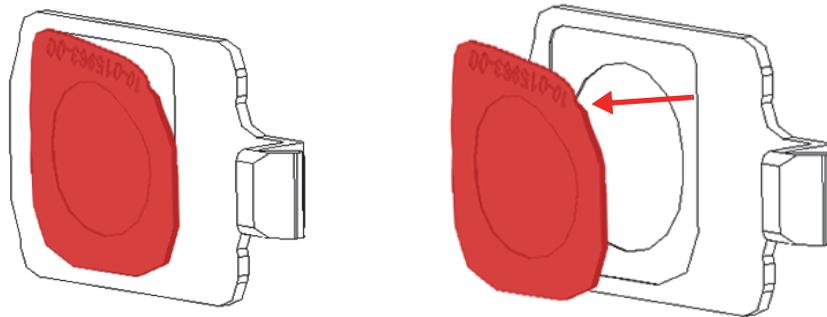

図 4-6 ウィンドウを剥がして (左) 取り外す (右)
- ◆ 測定ウィンドウの角を剥がし、フェイスプレートから取り外します (64 ページの図 4-6)。